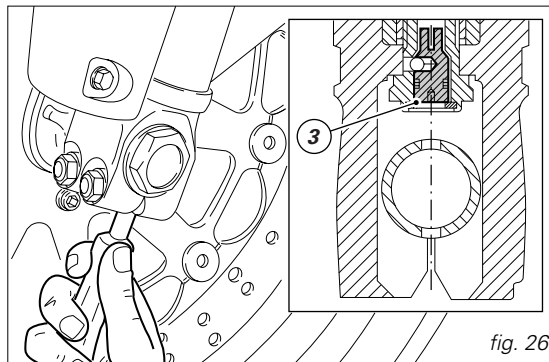

fig. 26
- 3) (fig. 26) pour modifier l'action hydraulique de freinage en compression.